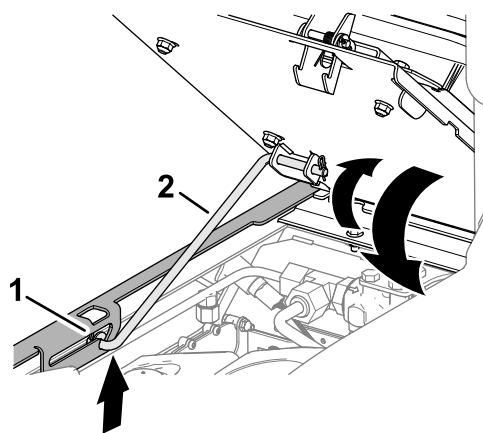

Figura 109
1. Gire el asiento un poco y levante la varilla de sujeción para retirarla de la ranura del soporte del asiento (Figura 109).